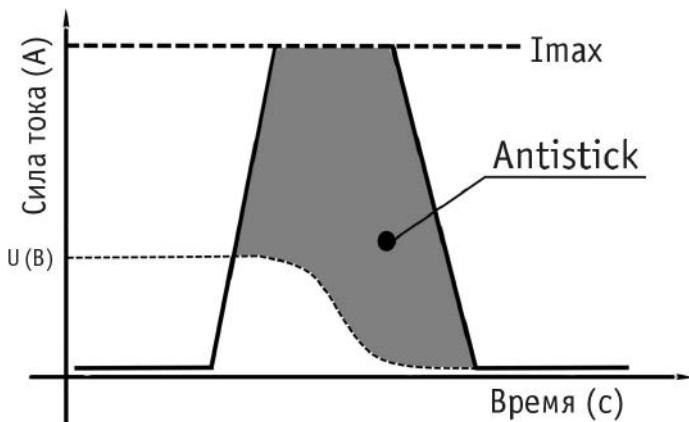

Рис. 7.3.2. Antistick.
**Antistick:** данная функция устраниет прилипание электрода к изделию. Аппарат автоматически снижает ток до минимального, чтобы не допустить перегрева электрода (См. рис. 7.3.2).